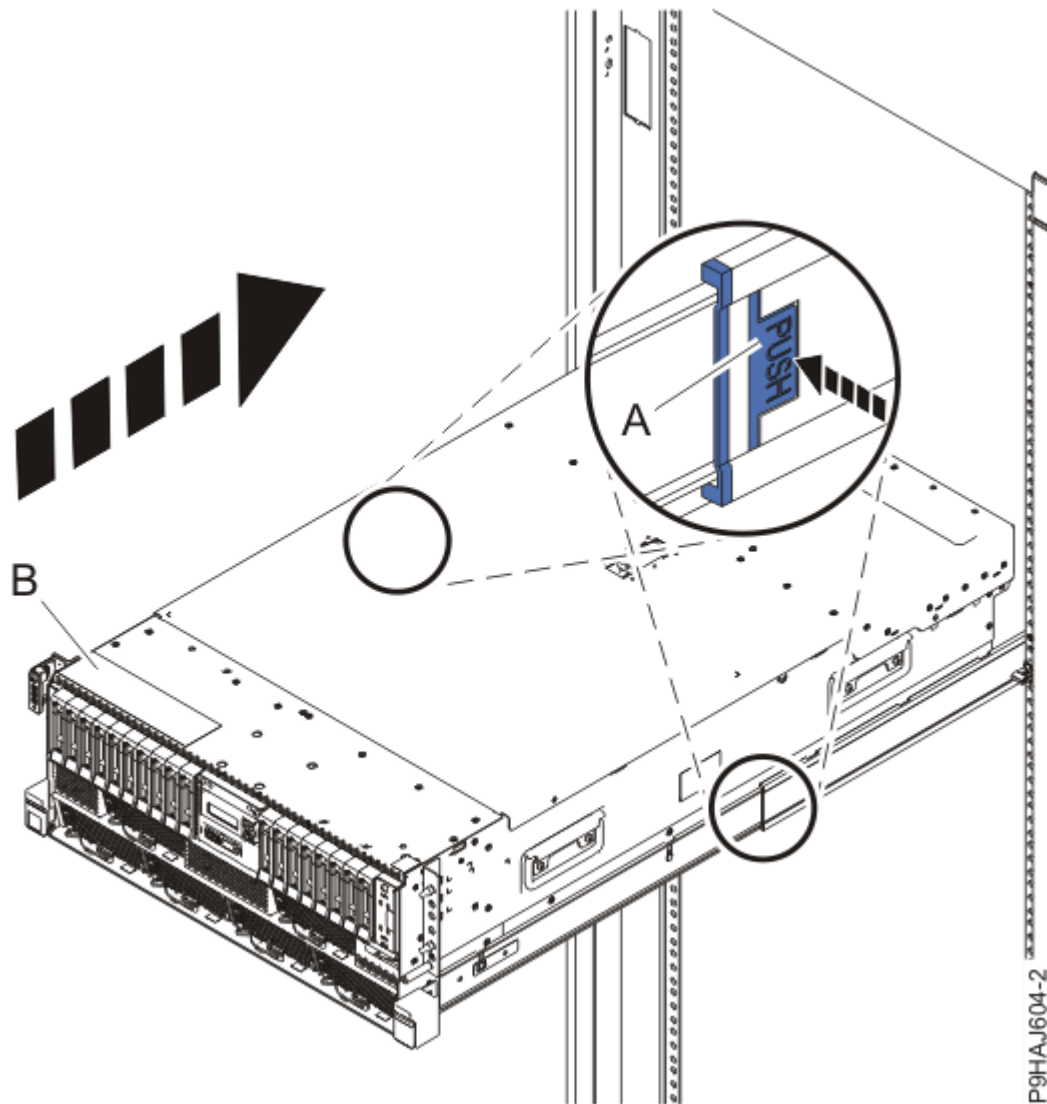

Abbildung 22. System in die Betriebsposition bringen
3. Entsperren Sie bei einem Einschubsystem die blauen Schienensicherungsverriegelungen (**A**), indem Sie sie nach innen drücken (siehe Abbildung 22 auf Seite 25).